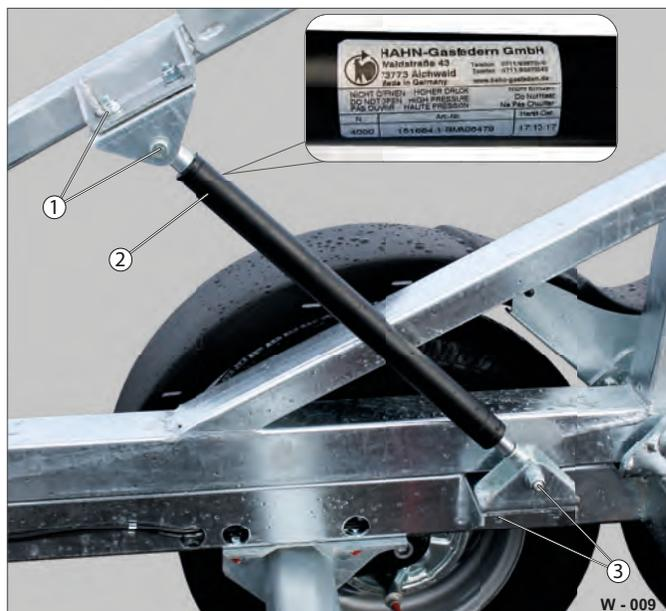

Fig. 9 Vérification des points de fixation
- ▶ Vérifiez le serrage des raccords vissés du support du haut (Fig. 9 /1).
- ▶ Vérifiez le serrage des raccords vissés du support du bas (Fig. 9 /2).